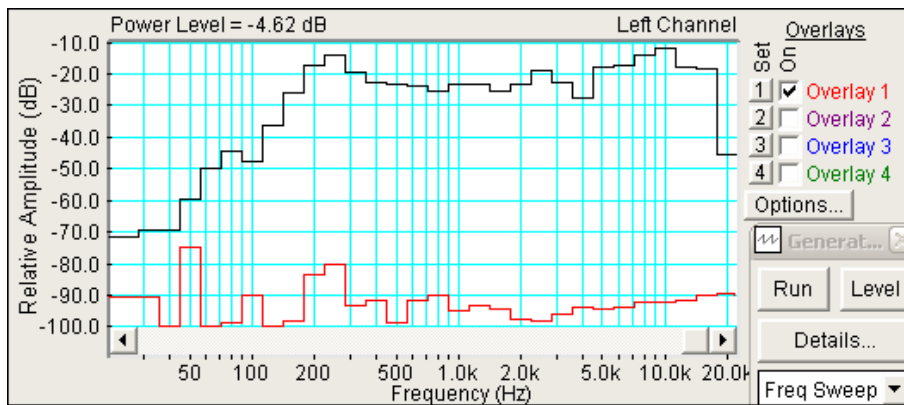

Рис. 4.7. АЧХ громкоговорителя, снятая с помощью сигнала скользящего тона с логарифмическим законом изменения частоты
4.5. Измерение АЧХ с помощью сигнала скользящего тона с логарифмическим законом изменения частоты в функции времени (рис.4.7).
Как видно из рис.4.7., уровень огибающей АЧХ выше среднего значения уровня спектральной плотности шума выше 50...60 дБ, и это в помещении учебной лаборатории! Есть один важный недостаток – невозможно измерение среднего звукового давления одновременно с измерением АЧХ.